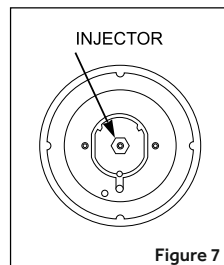

Figure 7
- Insérer une clé hexagonale (7 mm) dans le support du brûleur (figure 7\*) Dévissez l'injecteur et remplacez-le par un autre adapté au gaz à utiliser (voir le tableau des types de gaz)